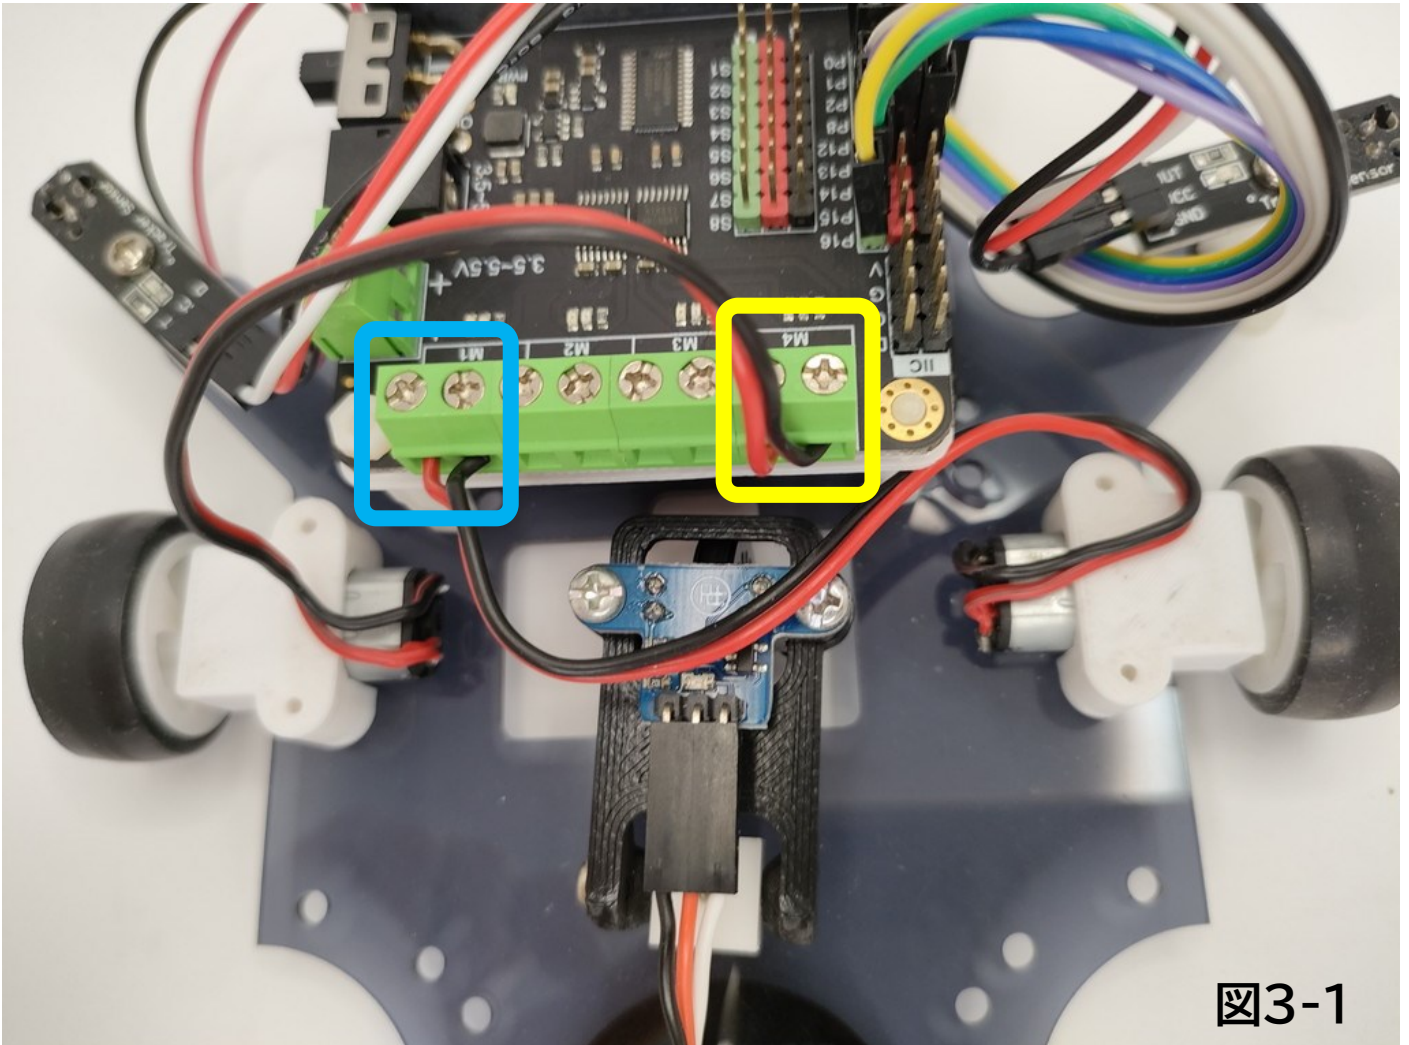

図3-1
1. 22ページの「結線図」を参考に図3-1のように、**青い枠**で囲った箇所に「右N20モーター」を、**黄色い枠**で囲った箇所に「左N20モーター」を接続します。